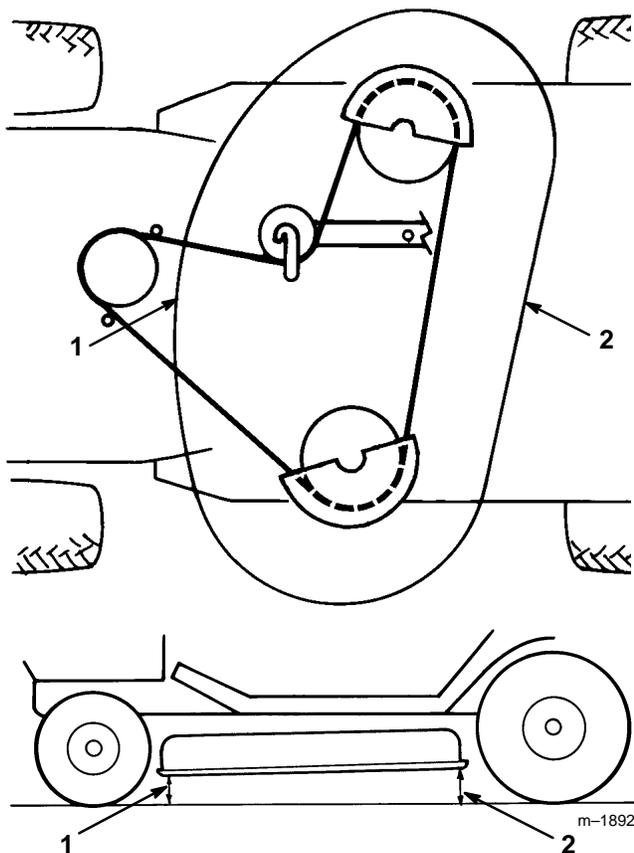

Figure 51
- Contrôler l'inclinaison avant/arrière en mesurant la hauteur du bas du plateau de coupe (au centre, à l'avant et à l'arrière) par rapport au sol plat (Fig. 51). Si l'avant n'est pas 3,5 à 10,5 mm (1/8" à 3/8") plus bas que l'arrière, un réglage est nécessaire.
- Après avoir réglé de manière égale les contre-écrous des deux boulons à oeil, contrôler de nouveau l'inclinaison avant/arrière. Poursuivre le réglage des boulons à oeil jusqu'à ce que la pointe de lame avant soit de 0 à 9,2 mm (0-3/8") plus bas que la pointe arrière (Fig. 51).